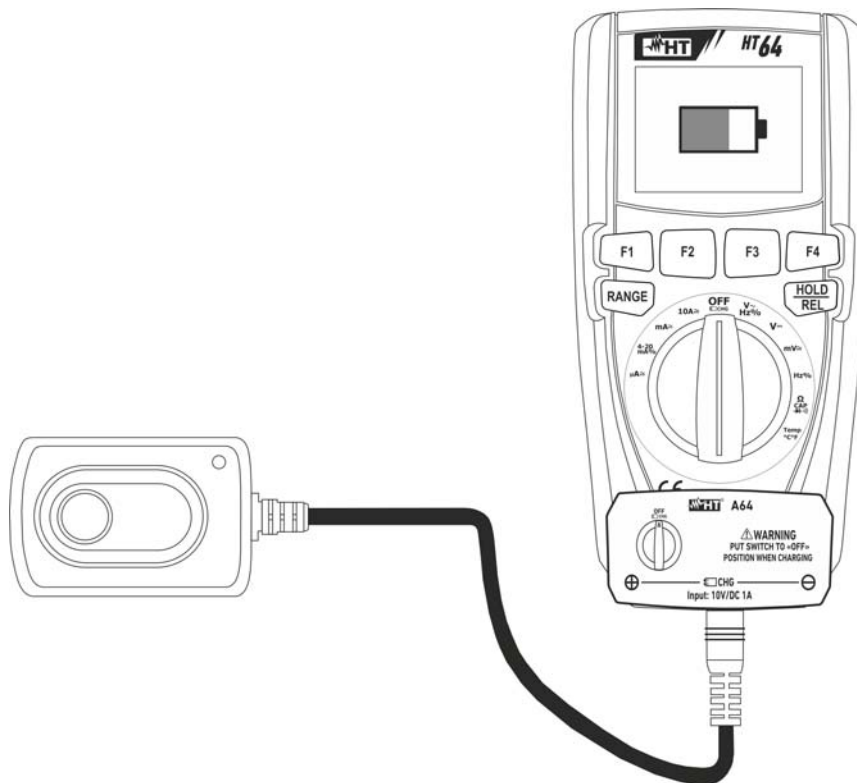

Fig. 31: Ricarica batteria interna
2. Inserire l'interfaccia dell'alimentatore caricabatteria nello strumento nei quattro terminali di ingresso (vedere Fig. 31)